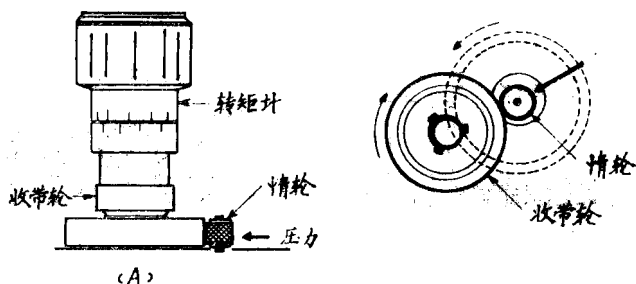

图21
2. 将转矩计装在收带轮上，按下重放按钮使机器处于重放状态。见图21—(A)。
3. 以倒带方向慢慢转动转矩计，使带轮和转矩计指针以同样的速度移动；观察读数应在90—170gr.cm间(规定值)。见图21—(B)。